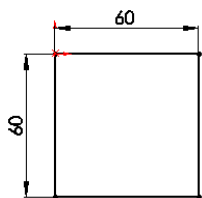

图 3-125 绘制的草图
**02** 绘制草图。在菜单栏中选择“工具”→“草图绘制实体”→“矩形”命令,或者单击“草图”工具栏中的“边角矩形”图标按钮,以原点为一角点绘制一个矩形并标注尺寸,结果如图 3-125 所示。